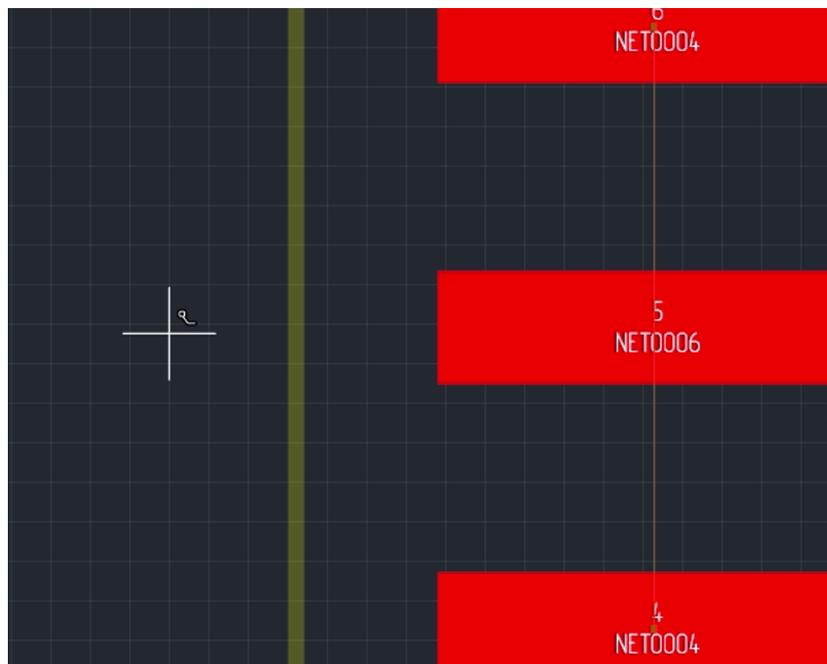

Рис. 203 Вид курсора при использовании инструмента «Разместить трек»
2. После того как инструмент «Разместить трек» выбран, курсор в рабочей области изменит свой вид, см. Рис. 203. Текущие координаты курсора отображаются в строке состояния.